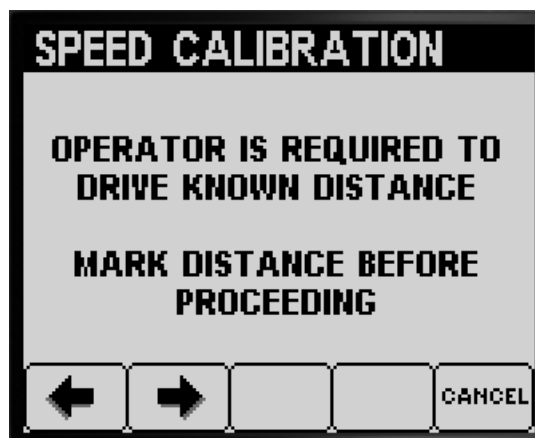

図 64
6. 適当な距離計を使って、45 - 152 m の距離を測り取るこの距離を以下に記録しておく 図 64。
8. ボタン 2 を押して次のステップへ進む 図 64。